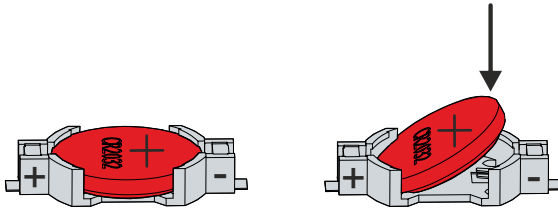

Abb. 13: Batteriewechsel
⇒ Die Batterie steht jetzt in einer schrägen Position (siehe Abb. 13).
5. Drücken Sie die hochstehende Seite der Batterie nach unten in den Batteriehalter (siehe Abb. 13).